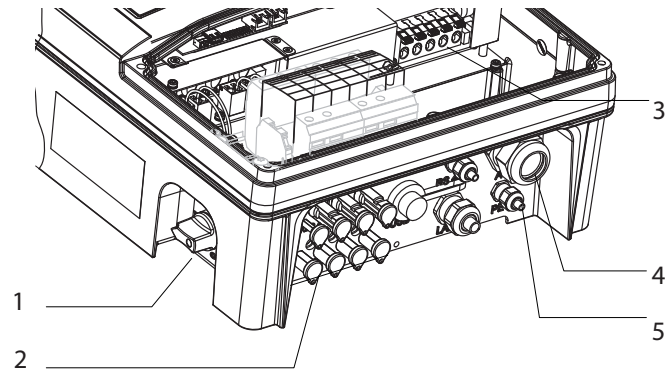

Figure 7 : Compartiment de raccordement : Raccordement électrique
- 6. Raccordez les câbles selon la description des bornes pour circuits imprimés (Figure 7 à la page 14).